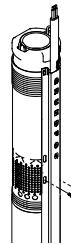

Fig. 10
3. Apertar a guarda do cabo ao filtro de aspiração com os dois parafusos auto-rosantes fornecidos, ver fig. 10.